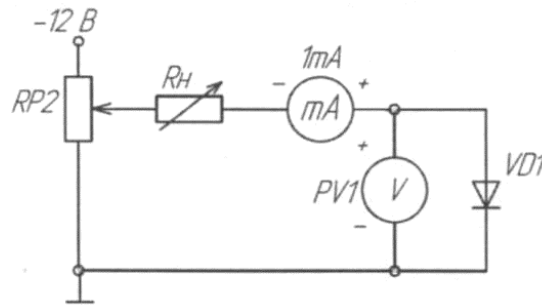

Рис.2
1. Собрать схему для исследования выпрямительного диода на постоянном токе в соответствии с принципиальной схемой (рис. 2). Для измерения анодного тока включить миллиамперметр постоянного тока с пределом 100 мА. Для измерения анодного напряжения использовать мультиметр. Последовательно с диодом включить токоограничивающий резистор  $R_n$  (RP2 на стенде).
10. Собрать схему для снятия обратной ветви ВАХ диода Шотки, заменив VD1 на VD2 (рис.2).